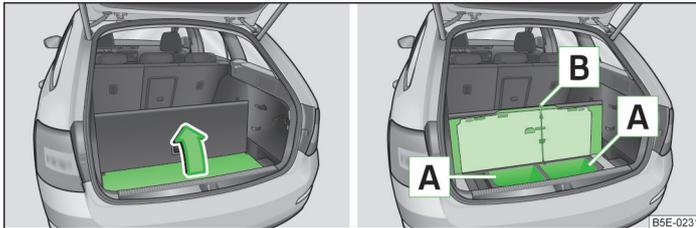

Abb. 93 Bodenbelag anheben / Ablagefächer unter dem Bodenbelag
- Den Bodenbelag in Pfeilrichtung anheben » Abb. 93.